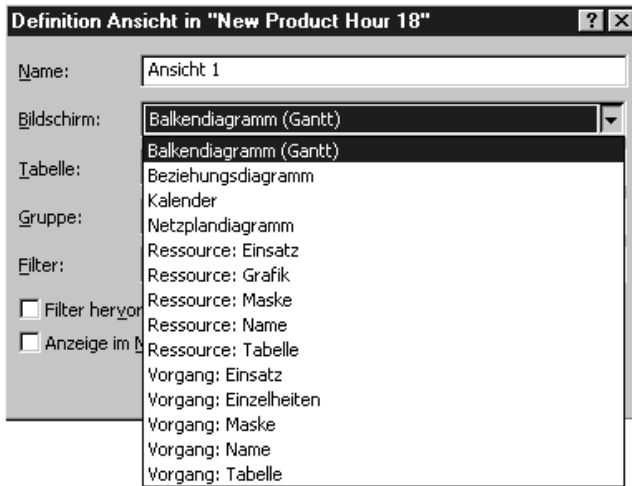

Abbildung 18.6:
- Wählen Sie einen Bildschirmtyp für die Ansicht aus. Im Dialogfeld DEFINITION ANSICHT (siehe Abbildung 18.6) wählen Sie ein Layout aus der Liste möglicher Bildschirmtypen aus.